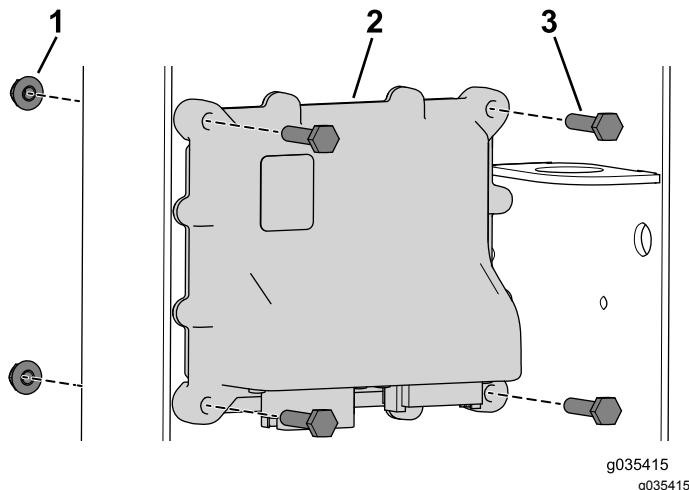

Figure 12
2. Fixez le contrôleur à l'aide des 4 boulons (1/2 x 3/4") et écrous à embase (Figure 12).